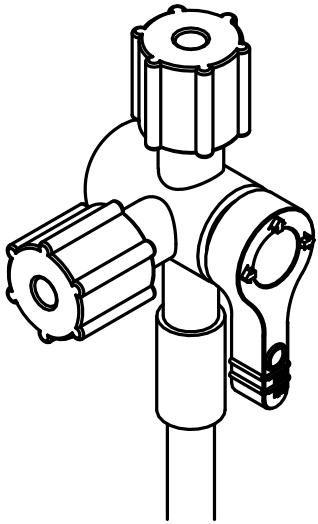

Figure 3. Robinet à 3 voies en position fermée
6. Fermer le robinet à 3 voies. Voir la figure 3.